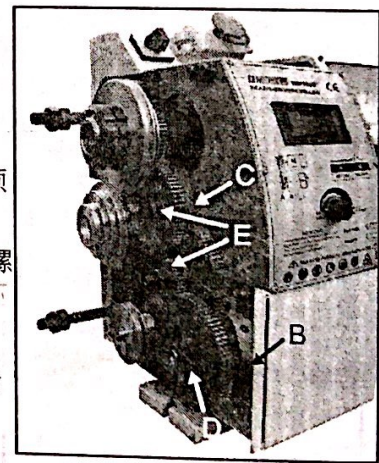

图 19
3. 松开挂轮支架(C 图 19)上的锁紧螺钉（B，图 19）。
5. 拧下纵向丝杠上的螺母（D，图 19）或螺母（E，图 19），按顺序卸下挂轮。